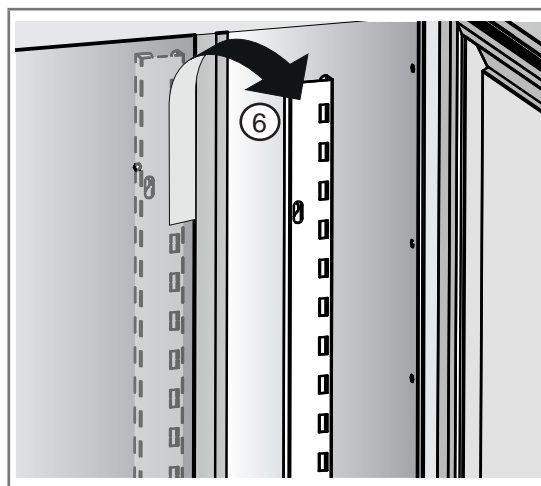

Fig 6.4 - Retrait des crémaillères du dossier intérieur
3. Retirer les crémaillères fixées sur le dossier intérieur (6 - Fig. 6.4)